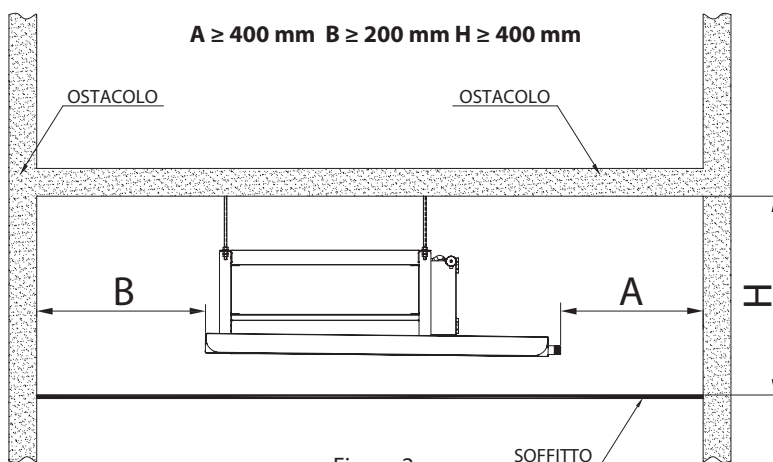

Figura 2
2. Garantire la presenza dello spazio necessario per l'installazione e la manutenzione. Fare riferimento alle dimensioni del prodotto e al diagramma delle connessioni. (Figura 2 : I vuoti intorno al prodotto indicano lo spazio minimo necessario).